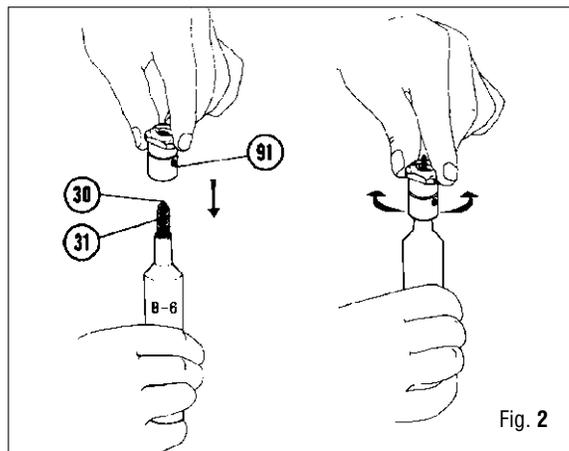

Fig. 2
3. Corte aproximadamente 7 mm de la parte terminal del vástago de la válvula de descarga (40) con unas pinzas de corte (o tijeras).
4. Monte correctamente hasta el tope el portapastilla (92) en la varilla de la válvula de la 2ª etapa (30) y posicione la pastilla de goma (47).
5. Posicione en la herramienta especial (B-6) la válvula de la 2ª etapa completa y su muelle correspondiente (31).
6. Ejerciendo una ligera presión, posicione correctamente la válvula de la 2ª etapa con su muelle correspondiente en la boca de la inserción portaleva (91). (Fig. 2).
PARA OBTENER UNA CORRECTA POSICIÓN DE LA VÁLVULA DE LA SEGUNDA ETAPA SE ACONSEJA ROTAR LA INSERCIÓN PORTALEVA (91) HACIA LA DERECHA Y HACIA LA IZQUIERDA (FIG. 2)